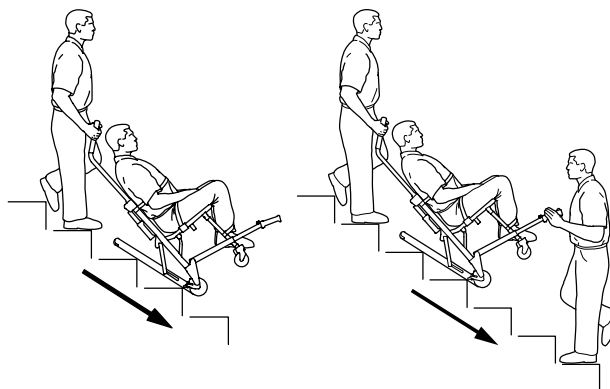

Figura 11 – Trasporto su scale in discesa
8. Entrambi gli operatori: Far scorrere la sedia sulle scale fino a quando le pedate sono a livello lungo i bordi di due o tre gradini (Figura 11).